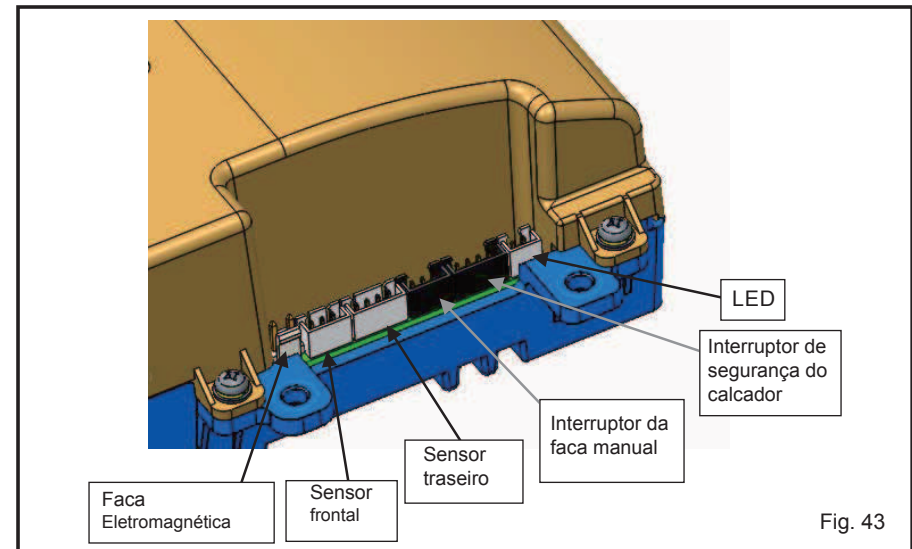

Fig. 43
1. Segue abaixo a ilustração das posições dos soquetes sobre a caixa de controle elétrico (Figs. 43/44)